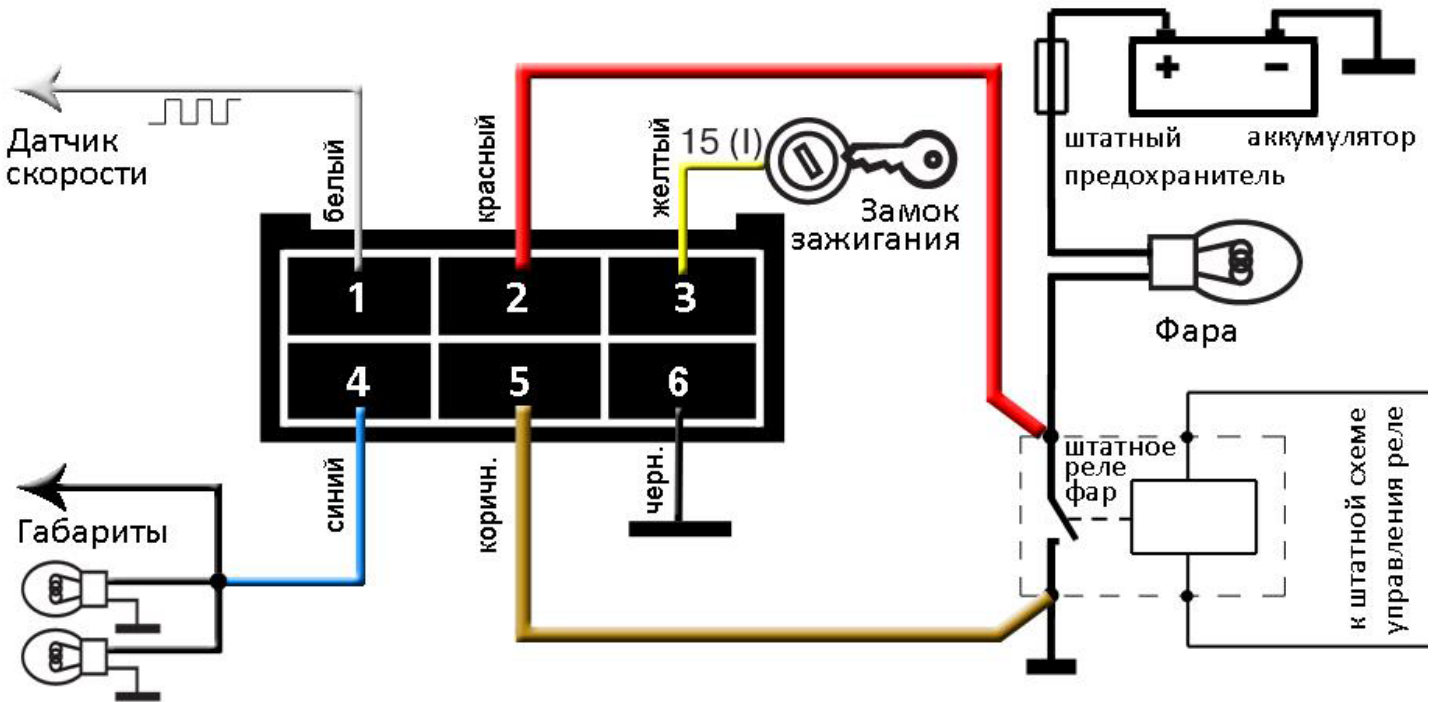

Рисунок 2
- 2. Дальний свет** (сечение 1мм^2). Подключается к проводу, подключенному к контакту штатного реле включения ламп дальнего света, который подключен к лампам фары (см. рис.2). Точка подключения должна быть как можно ближе к реле.
- 5. Корпус для силовой части** (сечение 1мм^2). Подключается к проводу, в непосредственной близости от контакта штатного реле включения света, который подключен к корпусу автомобиля (см. рис.2).